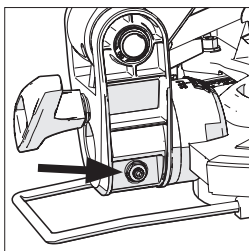

Fig. 11
- Use a chave sextavada para apertar ou desapertar o parafuso de ajuste. (**Fig. 11**).